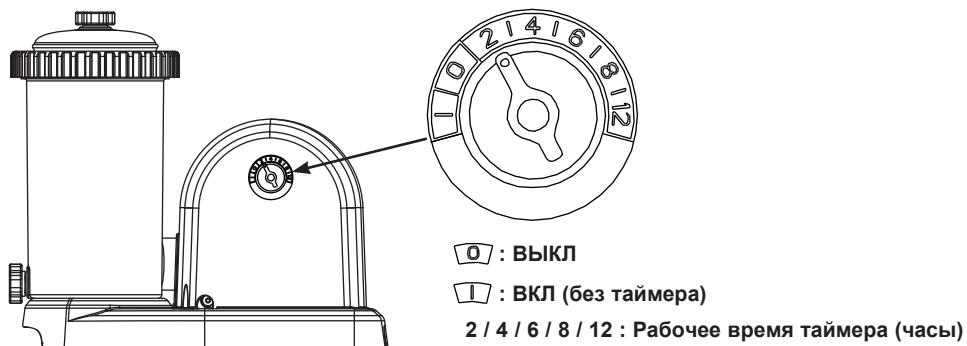

Рис. 10
4. Давление воды позволит воздуху, зажатому внутри пройти через выпускные клапан (2). Когда весь воздух выйдет, вода начнет выходить через клапан. Плотно закройте клапан по часовой стрелке.
- A. Подключите кабель питания к розетке электросети и установите регулятор таймера на нужное количество рабочих часов. **Смотрите рис.10.** Ознакомьтесь с «Таблицей рекомендуемого времени эксплуатации», в которой указано требуемое количество часов для бассейнов всех размеров.